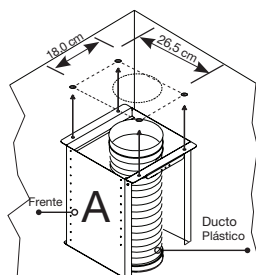

Fig. 27
- Marque y realice 4 agujeros para chazos de 5/16" en el techo con las distancias que se especifican en la fig. 27. Tenga en cuenta que la distancia de 26,5 cm debe quedar en el mismo sentido de los controles de la campana (al frente). Luego introduzca los 4 chazos incluidos en la bolsa de accesorios.